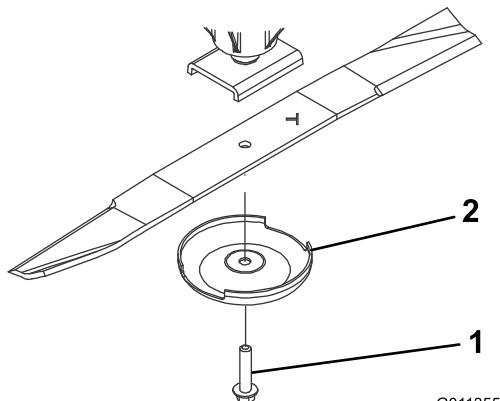

Bild 84
3. Entfernen Sie die Messerschraube, die Antiskalpiercuppe und das Messer von der Spindelwelle (Bild 84).